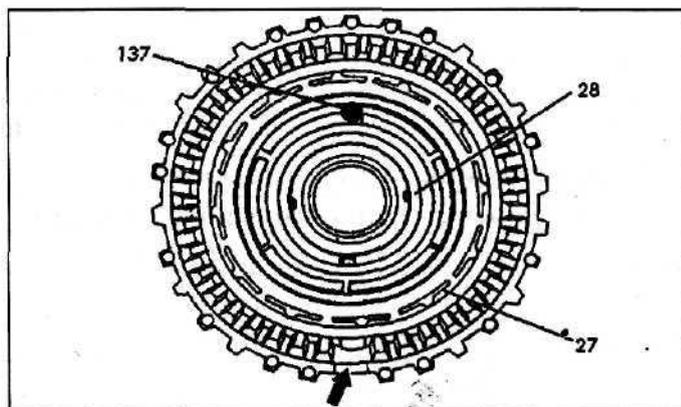

Рис. 65.
Перед установкой все уплотнительные кольца следует проверить и при необходимости заменить. Правильная установка уплотнительных колец (14с), (28а) (28b) и (14d) показана на рис. 65.
11. Установите нажимное кольцо поршня (28). Клапан (137) в нажимном кольце поршня должен быть расположен сверху (рис. 65 (см. выше)).
12. Установите тарельчатую пружину (29) и упругое кольцо (30). Конусная часть тарельчатой пружины должна быть направлена в сторону упругого кольца.
13. Установите приспособление (074) на тарельчатую пружину (29) и затяните болт.
14. Установите стопорное кольцо (31).
15. Установите тарельчатую пружину (134b) и комплект фрикционных дисков (134) во внешний барабан тормоза В2. Перед установкой дисков следует измерить их толщину и проверить их состояние.